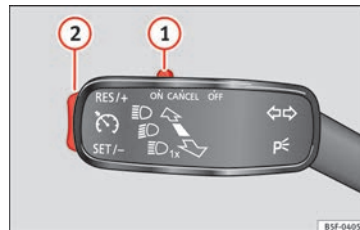

Fig. 49 À gauche de la colonne de direction : contacteur et commandes d'utilisation du GRA.
- Connecter le GRA : déplacez le contacteur » fig. 49 ① sur **ON**. Le système s'allume. Étant donné qu'aucune vitesse n'a été programmée, le système ne règle pas la vitesse.
- Activer le GRA : appuyez sur le bouton » fig. 49 ② dans la zone **SET/-**. La vitesse fixée est alors mémorisée et maintenue.
- Déconnecter le GRA temporairement : déplacez le contacteur » fig. 49 ① sur **CANCEL** ou appuyez sur la pédale de frein. Le réglage est désactivé temporairement.
- Reconnecter le GRA : appuyez sur le bouton » fig. 49 ② sur **RES/+**. La vitesse mémorisée sera de nouveau enregistrée et régulée.
- Augmenter la vitesse programmée pendant le réglage du GRA : appuyez sur le bouton ②
- Réduire la vitesse programmée pendant le réglage du GRA: appuyez sur le bouton **②** sur **SET/-** pour réduire 1 km/h (1 mph). La vitesse est réduite jusqu'à atteindre la nouvelle vitesse enregistrée.
- Déconnexion du GRA: déplacez le contacteur **»» fig. 49 ①** sur **OFF**. La vitesse mémorisée est effacée et le système est déconnecté.